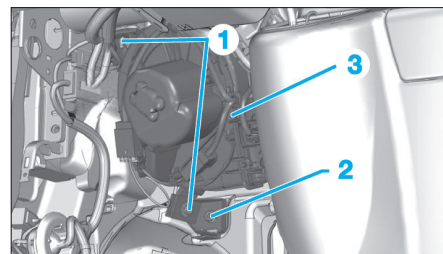

Fig. 36
- les vis (1) (Fig.36),
- l'écrou (2),
- Ecarter le groupe ventilation (3).